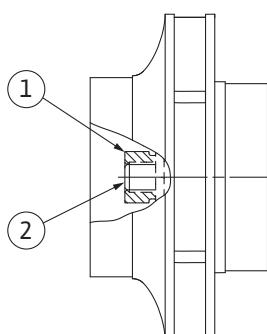

Fig. 107: Правильное положение гайки рабочего колеса после монтажа
8. Удерживая вал гаечным ключом (с шириной зева 22 мм), затянуть гайку рабочего колеса с предписанным крутящим моментом затяжки (см. таблицу «Крутящий момент затяжки» [▶ 30]). Гайка (Fig. 107, поз. 1) должна располагаться заподлицо с концом вала (Fig. 107, поз. 2) с отклонением $\pm 0,5$ мм. Если это условие не выполняется, ослабить гайку и повторить операции 4 – 8.